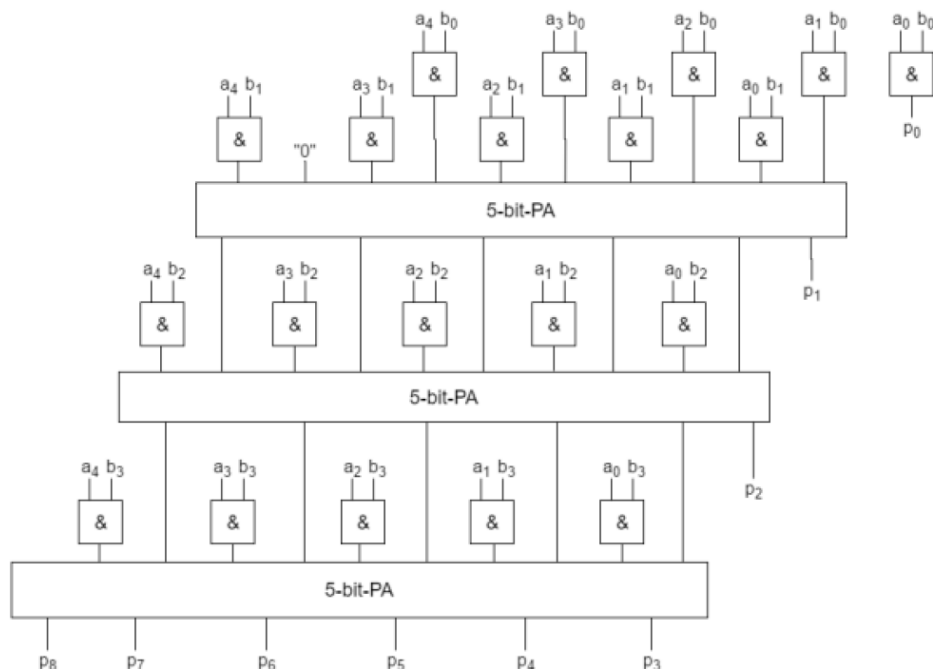

Abbildung 4.10: 5-Bit Parallelmultiplizierer
Ein  $n \times m$ -Bit-Parallelmultiplizierer (PM), bspw. ein  $5 \times 4$ -Bit-Parallelmultiplizierer ist in Abbildung 4.10 dargestellt.